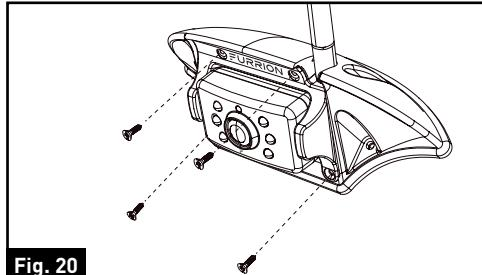

Fig. 20
12. Coloque con cuidado la cámara en el soporte y asegúrela con 4 tornillos autorroscantes de cabeza plana. Asegúrese de que las conexiones y la antena de la cámara estén bien aseguradas. [Fig. 20]